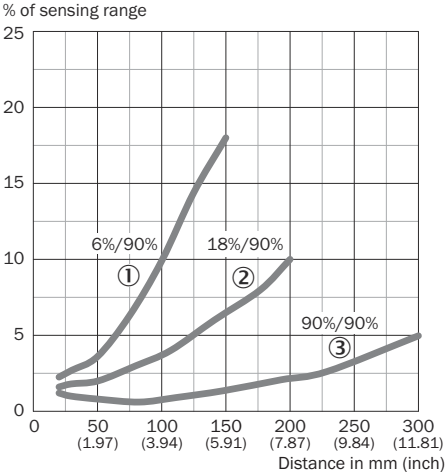

Figura 21: HTB18, % della distanza di lavoro
Controllare le condizioni di applicazione: Regolare la distanza di lavoro e la distanza dall'oggetto o dallo sfondo e la capacità del coefficiente di riflessione dell'oggetto in base al diagramma corrispondente [figura 21] ( $x$  = distanza di lavoro,  $y$  = distanza di transizione tra la distanza di lavoro impostata e la soppressione dello sfondo come percentuale della distanza di lavoro (coefficiente di riflessione oggetto/coefficiente di riflessione sfondo)). Coefficiente di riflessione: 6% = nero ①, 18% = grigio ②, 90% = bianco ③ (riferito allo standard bianco secondo DIN 5033). Suggeriamo di effettuare le regolazioni possibili utilizzando un oggetto a basso coefficiente di riflessione.
La distanza minima ( $= y$ ) per la soppressione dello sfondo può essere determinata dal diagramma [figura 21 ①] nel seguente modo: